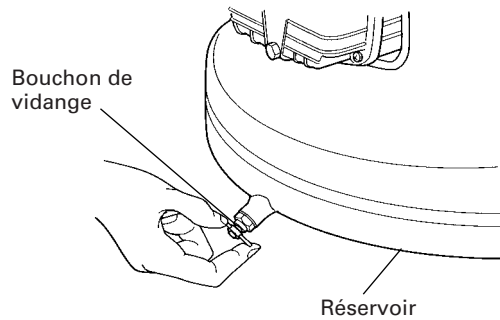

Fig. 5
- (2) Débrancher la fiche de la source d'alimentation.
- (3) Ouvrir le bouchon de vidange qui se trouve sous la partie inférieure du réservoir (Fig. 5).
Vidanger le réservoir tous les jours ou toutes les 4 heures d'utilisation. Ouvrir le bouchon de vidange et incliner le compresseur pour vider l'eau qui s'est accumulée (Fig. 5).